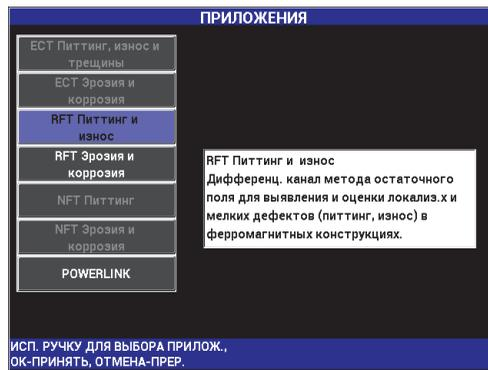

Рис. 5-193 Приложение RFT Питтинг и износ
2. Выберите **ПРОДОЛЖ.** (нажмите клавишу A), затем с помощью ручки регулятора выберите **RFT Питтинг и износ** и нажмите ✓ для принятия (см. Рис. 5-193 на стр. 280).